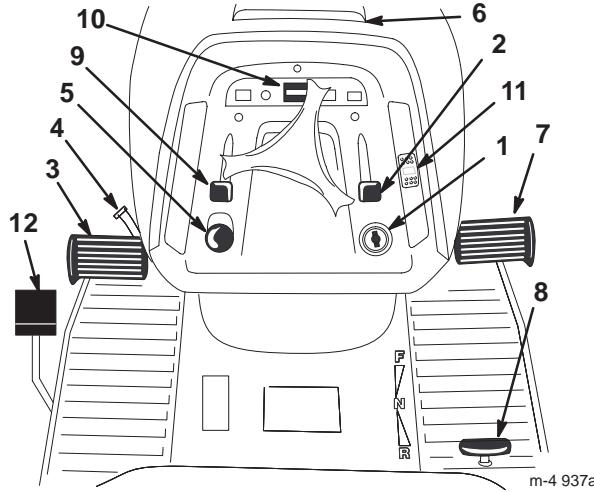

Figure 2
Avant de mettre le moteur en marche et d'utiliser le tracteur, familiarisez-vous avec toutes les commandes (Fig. 2).
- Appuyez sur la pédale de frein (Fig. 2) et maintenez-la enfoncée.
- Tournez le levier de frein de stationnement (Fig. 2) dans le sens anti-horaire et relâchez progressivement la pédale de frein.
- Enfoncez la pédale de frein (Fig. 2).
- Poussez la commande du régulateur de vitesse en position activée (Fig. 2).
Le compteur horaire se trouve sur le tableau de bord (Fig. 2) et indique le nombre total d'heures de fonctionnement du tracteur.